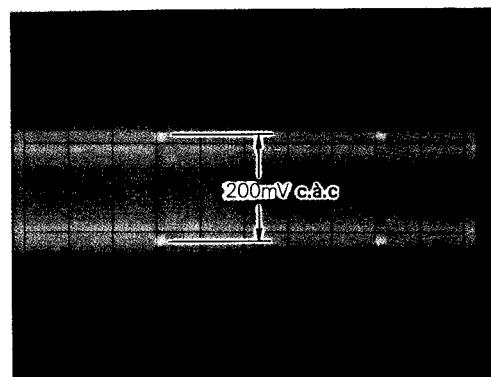

Fig. 3-14
- Regler VR2A6 pour obtenir 200 mV c.a.c comme le montre la Fig. 3-14.